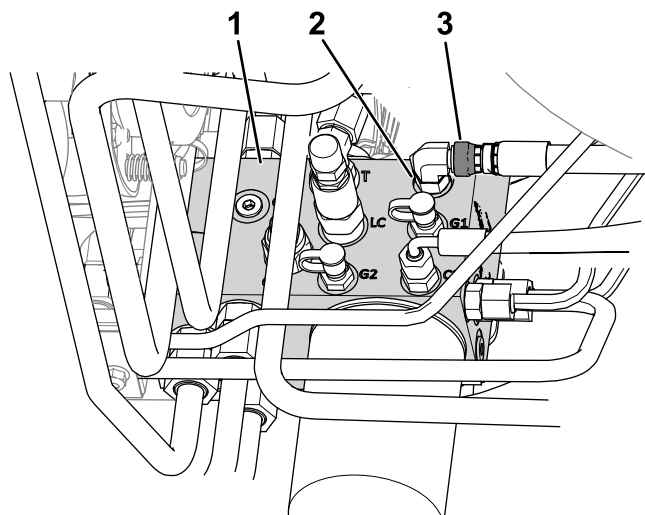

図 8
- B. 油圧マニホルドのポート C1 に接続されているホースのスイベルナットをゆるめる図 8。
- E. ホースのスイベルナットポート C1 図 8 を 41 N·m 4.2 kg·m = 30 ft·lb にトルク締めする。